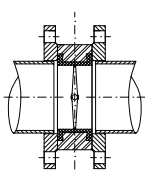

рис. 1
1. Для монтажа межфланцевых дисковых затворов GROSS в системах из стальных труб следует использовать стальные приварные встык (воротниковые) фланцы по ГОСТ 33259-2015 соответствующего условного диаметра для всех типоразмеров затворов. ПРИ МОНТАЖЕ ЗАТВОРОВ УСТАНОВЛИВАТЬ ПРОКЛАДКИ МЕЖДУ ЗАТВОРОМ И ФЛАНЦЕМ НЕ ДОПУСКАЕТСЯ. Использовать стальные плоские приварные фланцы по ГОСТ 33259-2015 для монтажа затворов недопустимо (рис. 1).